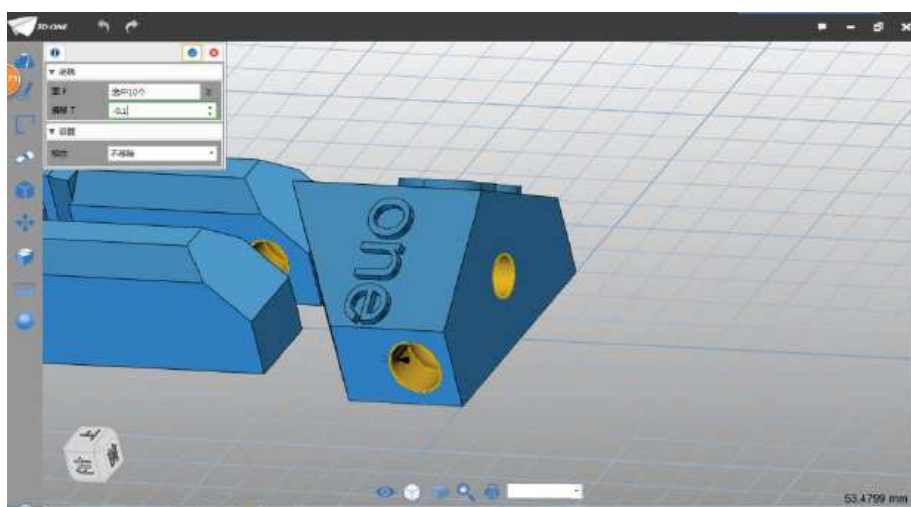

图 6-2
Step 2 鼠标选择到面上，在弹出的辅助菜单里选择面偏移命令，在弹出的对话框中，面选择所有孔的内面（共十个），偏移距离设为-0.07（根据打印机精度调整），如下图 6-2 所示：